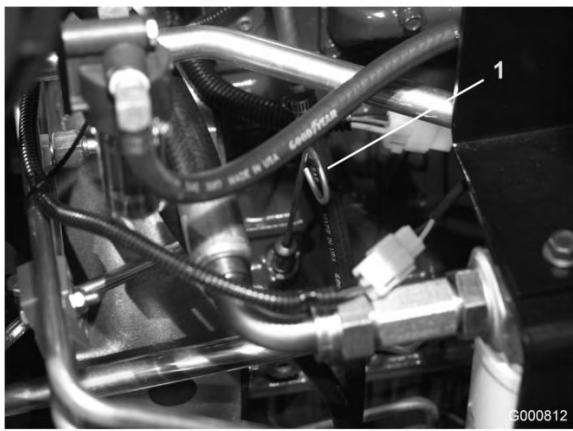

図 17
2. ディップスティック (図 17) を抜き、ウェスで拭ってもう一度差し込む。再び引き抜いて油量を点検する。FULL 位置まであればよい。